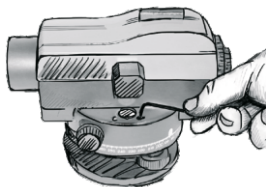

Рисунок 8
- e) Повторите шаги с **a** по **d** до тех пор, пока пузырек не перестанет отклоняться от центра (Рис. 8).